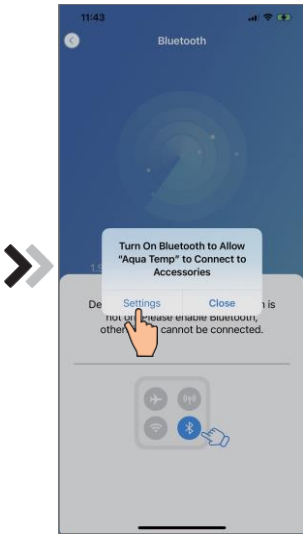
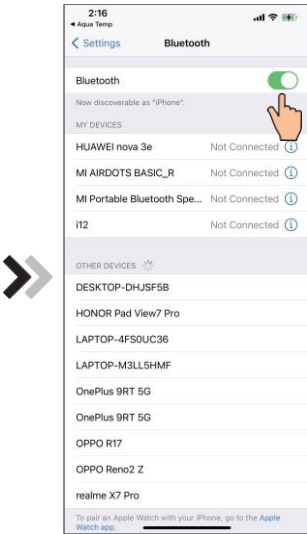

Abb.11 Bluetooth-Berechtigung aktivieren
Abb.12 Bluetooth-Einstellungsoberfläche
- 5 Klicken Sie auf "Einstellungen" (Abb.11), um die Bluetooth-Einstellungsoberfläche (Abb.12) zu betreten;